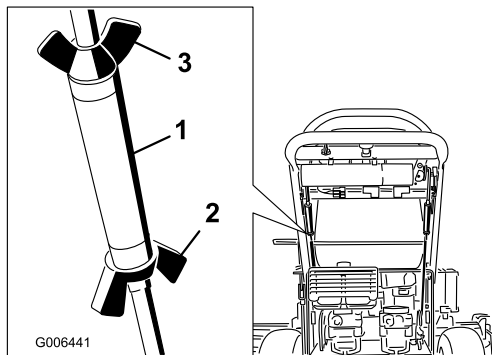

Bild 31
3. Lösen Sie die Flügelmutter an der rechten Steuerstange und drehen Sie die Spannschraube rein oder raus, um sicherzustellen, dass der Steuerhebel in der arretierten Neutral-Stellung zentriert ist. Befestigen Sie die Spannschraube mit der Flügelmutter (Bild 31).
4. Lösen Sie die Flügelmutter an der linken Steuerstange und drehen Sie die Spannschraube hinein oder heraus, um die Spurweite zu verstellen. Befestigen Sie die Spannschraube mit der Flügelmutter (Bild 31).